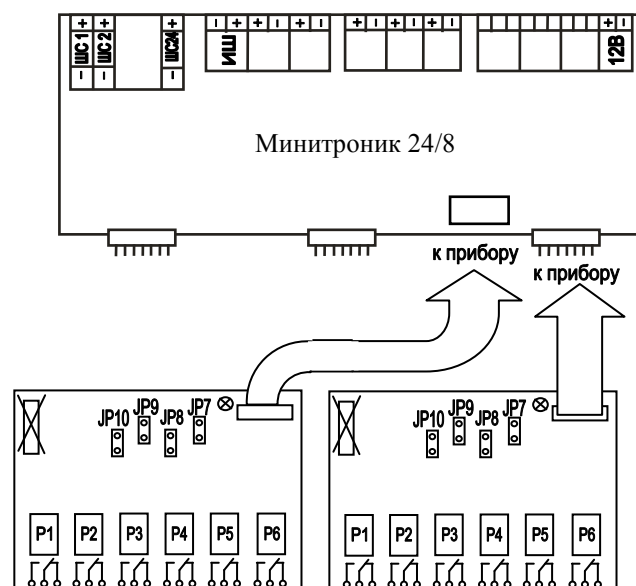

Рис.1. Варианты подключения модуля управления ПР к прибору «Минитроник».
5.1. Закрепите модуль на стене рядом с ПКП и подключите с помощью плоского кабеля к одному из разъемов расширения ПКП, как показано на рис.1.